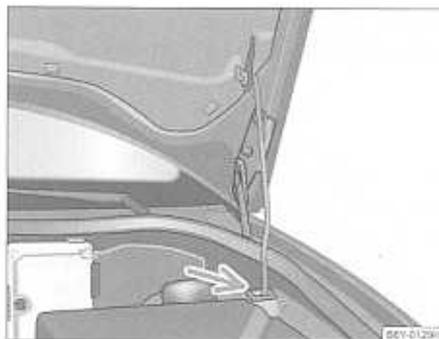

Fig. 125 Seguro del capó con la varilla de apoyo
- Saque la varilla de apoyo de su fijación y engánchela en la abertura prevista con tal fin ⇒ página 177, fig. 125.